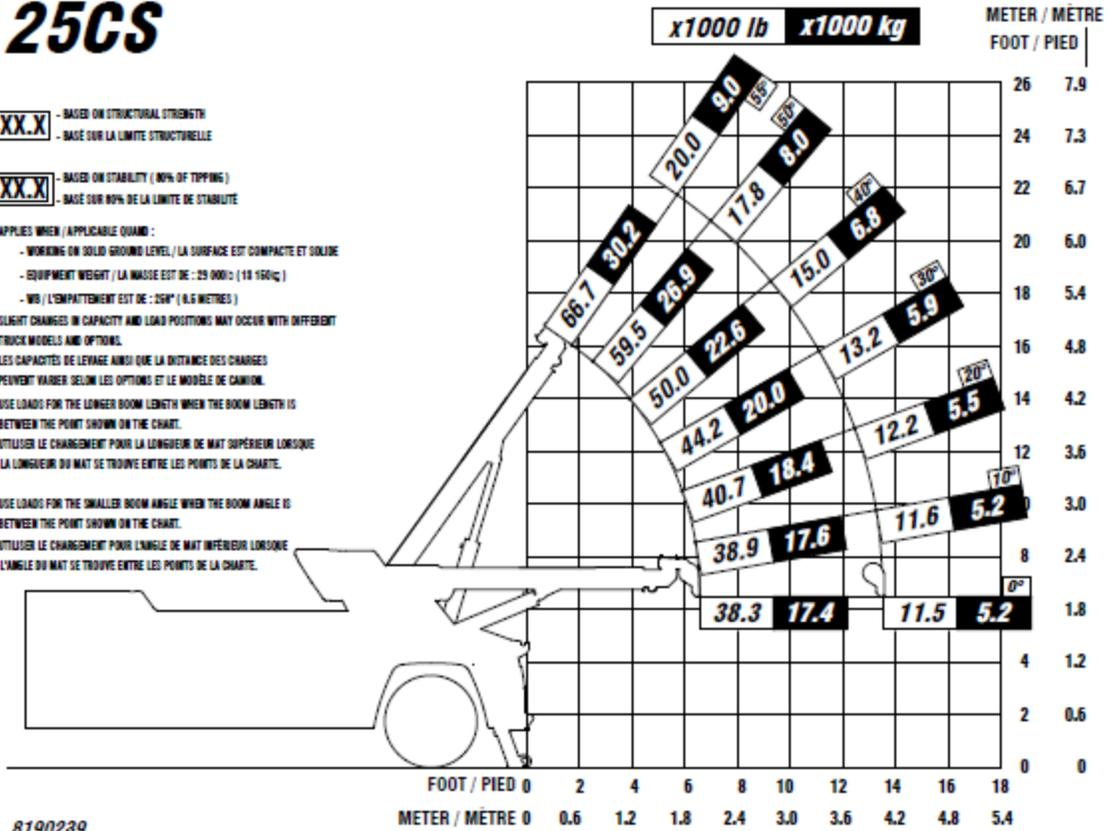

FIGURE 12 – CAPACITÉ DE LEVAGE DU MODÈLE 25CS
- Figure 12 – Capacité de levage du modèle 25CS